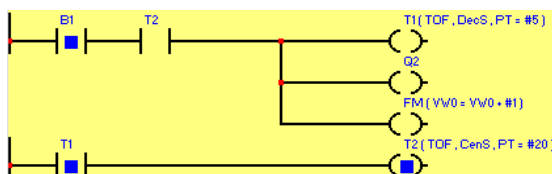
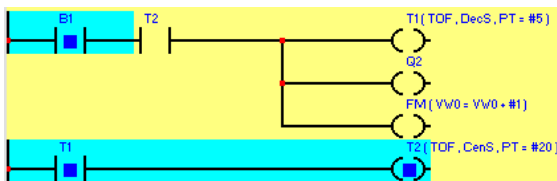

Figura 15.14: opzione “Evidenzia linee attive” non selezionata.
Figura 15.15: opzione “Evidenzia linee attive” selezionata.
- Se si sceglie questa opzione saranno evidenziati anche i collegamenti che seguono contatti e bobine attivi; le figure (Figura 15.14, Figura 15.15) mostrano la stessa porzione di schema nei due casi.